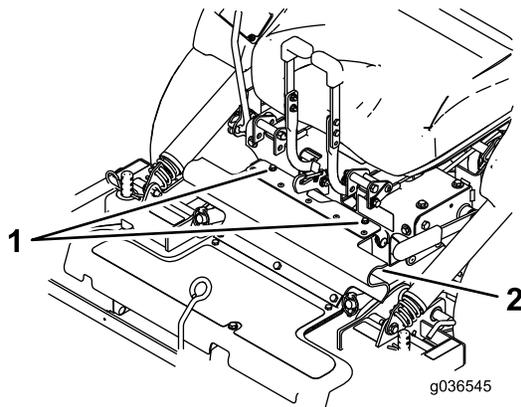

Figura 10
3. Allentate i bulloni applicati alla protezione in gomma (Figura 10).